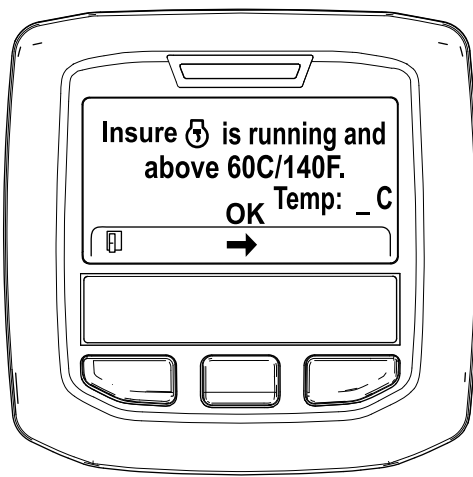

Figure 51
5. Si la température du liquide de refroidissement est inférieure à 60 °C, le message « Insure is running and above 60C/140F » (vérifier que *** fonctionne et est supérieure à 60 °C/140 °F) s'affiche (Figure 51).